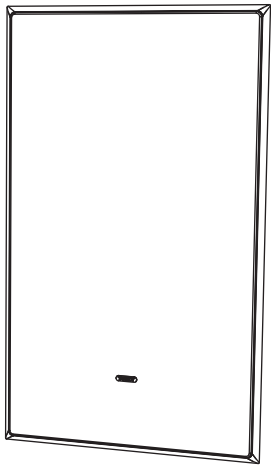

Fig. 5. Grelha instalada
1. Pressione a grelha na moldura, onde será fixada por ímanes (Fig.5).